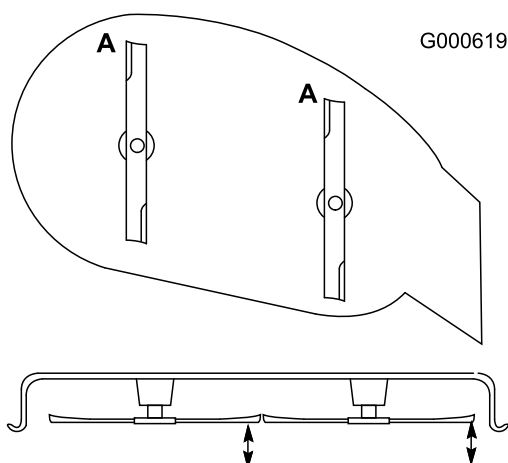

Bild 37
2. Drehen Sie die Schnittmesser, bis die Enden nach vorne und hinten gerichtet sind (Bild 37). Messen Sie von einer ebenen Fläche bis zu den Schnittkante (Position A) der Messer (Bild 37). Notieren Sie diesen Wert.